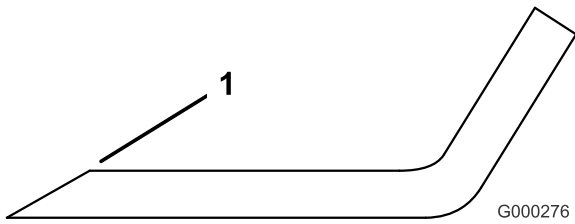

Figura 87
1. Utilice una lima para afilar el filo de corte en ambos extremos de la cuchilla (Figura 87).